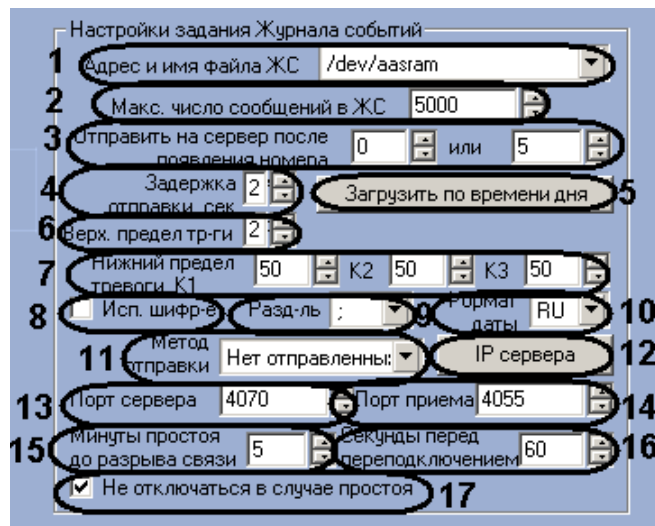

Рис. 3.6—2 Группа параметров Настройки задания журнала событий
Настройка журнала событий контроллера осуществляется на панели настроек соответствующего объекта в группе параметров **Настройки задания журнала событий** (Рис. 3.6—2).
1. Выбрать адрес и имя файла журнала событий из соответствующего раскрывающегося списка (см. Рис. 3.6—2, 1).